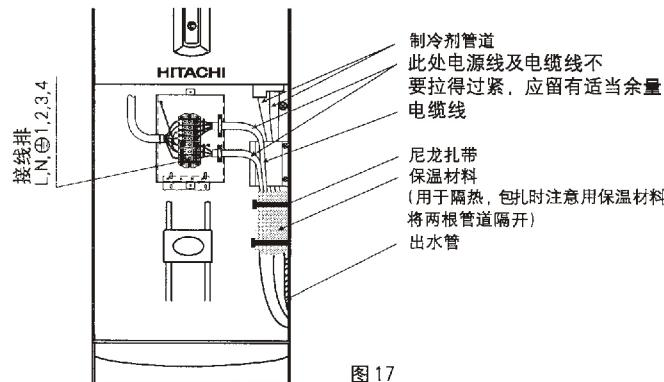

图17
- (3) 必须将黄/绿芯线接到带有“”标志的端子上。
- (4) 将电源线、电缆线用电线压板压紧，以防止接线端子受力后脱落。
- (5) 将制冷剂管道用附件⑩尼龙扎带按图17要求扎起来。
- (6) 将电源线、电缆线从制冷剂管道外连接管道穿过的管道孔穿过，如果从后板穿过，管道孔必须装上管道孔护孔环，以防电源线、连接电缆破损发生漏电危险。
- (7) 接线完成后，装上铜管压板(下)。
- (8) 室内电源必须安装空气开关。